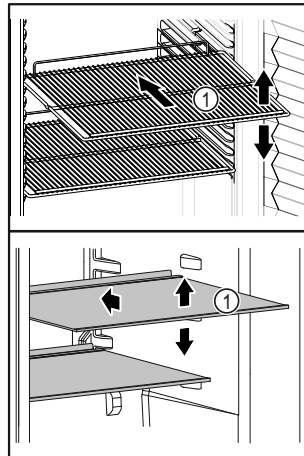

Fig. 5 Ilustrační zobrazení
- Pokud jsou odstavňovací plochy Fig. 5 (1) přemístitelné, přizpůsobte je vždy na danou výšku.
- Větrací otvory (2) oběhového vzduchového čerpadla ve vnitřním prostoru udržujte volné.